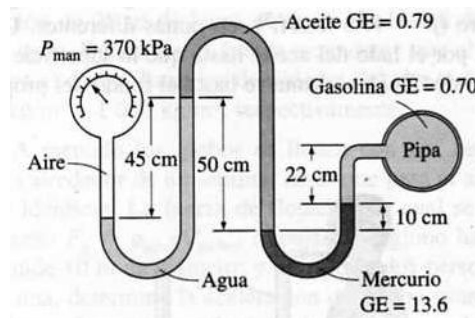

Figura 2
- 5.- Se conecta una línea de gasolina a un manómetro de carátula a través de un manómetro de U doble, como se muestra en la Figura 2. Si la lectura del manómetro de carátula es de 370kPa, cuál es el valor de la presión manométrica de la línea de gasolina.